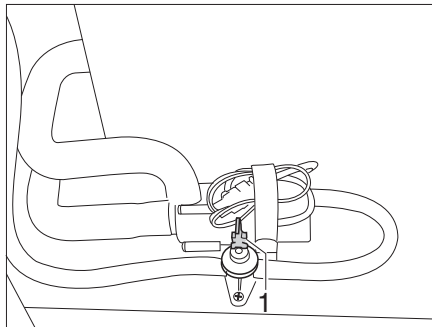

Fig. 201 Llave de desagüe
- Cerrar la llave de desagüe. Colocar para ello el balancín (Fig. 201,1) en posición horizontal.
- Abrir la llave de desagüe (Fig. 201). Colocar para ello el balancín (Fig. 201,1) en posición vertical. La caldera se vacía hacia fuera a través de la llave de desagüe.